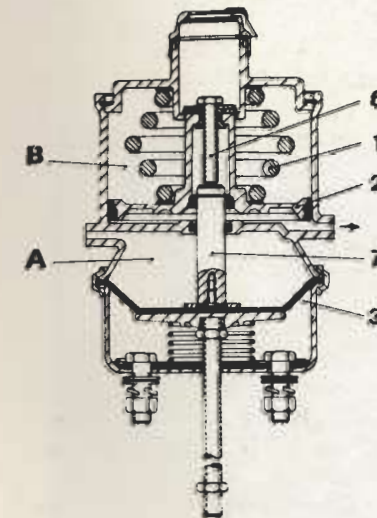
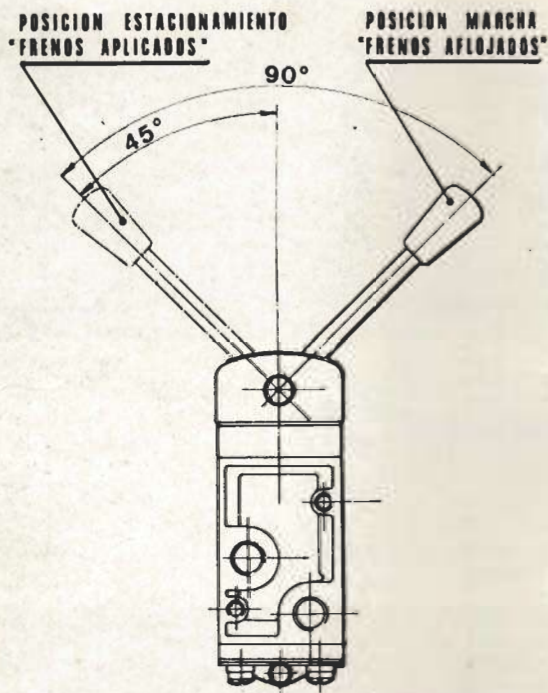

Fig. 11.10. - Freno de estacionamiento y emergencia
Fig. 11.12. - Válvula freno de emergencia
- **Freno de estacionamiento y emergencia** (fig. 11.10). — Al accionar la palanca de la válvula de freno de emergencia (fig. 11.12) a la posición de estacionamiento, se retira la presión del cuerpo (B) de la cámara de freno por medio del orificio "SPRING BRAKE" y el muelle (1) acciona al pistón (2), con lo que el tornillo (6) empuja al manguito (7) y éste, a su vez, a la membrana (3), consiguiéndose el bloqueo de las ruedas.
Aparte de frenar el vehículo mediante la válvula de control doble (fig. 11.12), también se frena de la misma forma cuando, por avería, desaparece la presión del cuerpo (8).